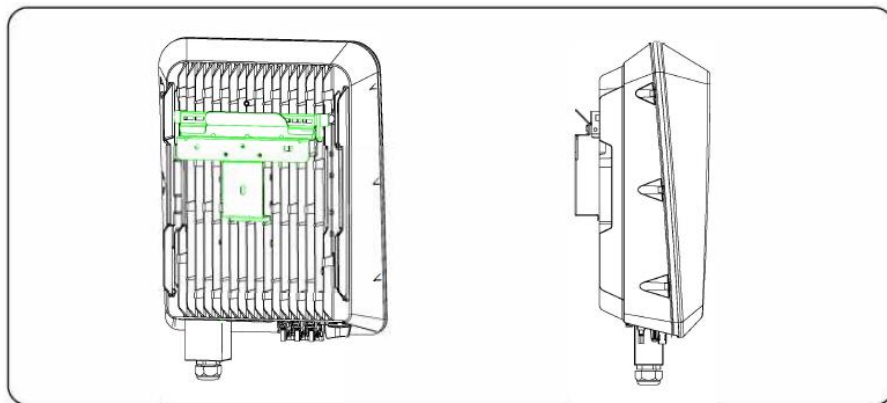

Figura 4.14 Montaje del inversor
**Paso 6** Monte el inversor en el soporte de fijación posterior, tal como se ilustra en la figura 4.14.